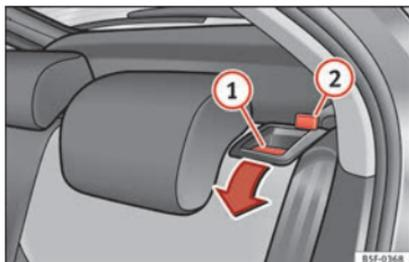

Fig. 110 Palanca de desbloqueo del respaldo.
- Pulse la palanca de desbloqueo »» fig. 110 ① en el sentido de la flecha.
- Levante el respaldo hasta que encastre bien »» ⚠. Si ha encajado correctamente, ya no se deberá poder ver la marca roja del pasador »» fig. 110 ②.